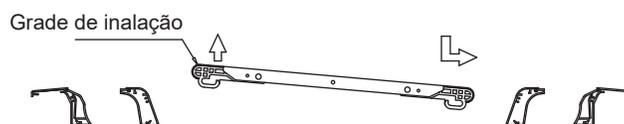

Fig. 44
1. Puxe a grade de inalação para um lado (não direcional), por exemplo, à direita conforme apresentado na Fig. 44;
2. Pressione o lado direito da grade de inalação à medida que puxa para a direita, conforme apresentado na Fig. 44; ao mesmo tempo, retire o lado direito da grade de inalação em um ângulo aproximado de 45°;